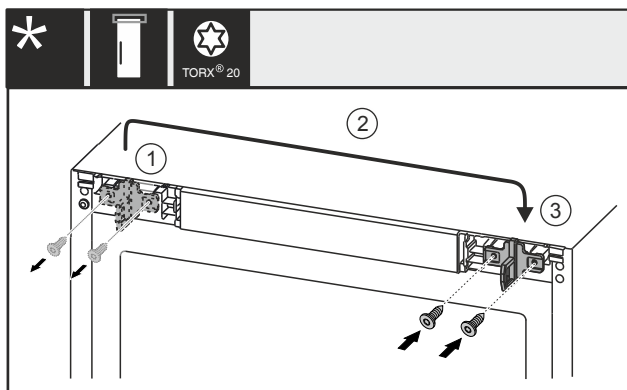

Fig. 26 Con candado eléctrico*
- ▶ Desatornille los tornillos Fig. 26 (1) con un destornillador.*
- ▶ Mueva el gancho de cierre Fig. 26 (2) hacia el lado opuesto.*
- ▶ Coloque y apriete los tornillos Fig. 26 (3) con un destornillador.*